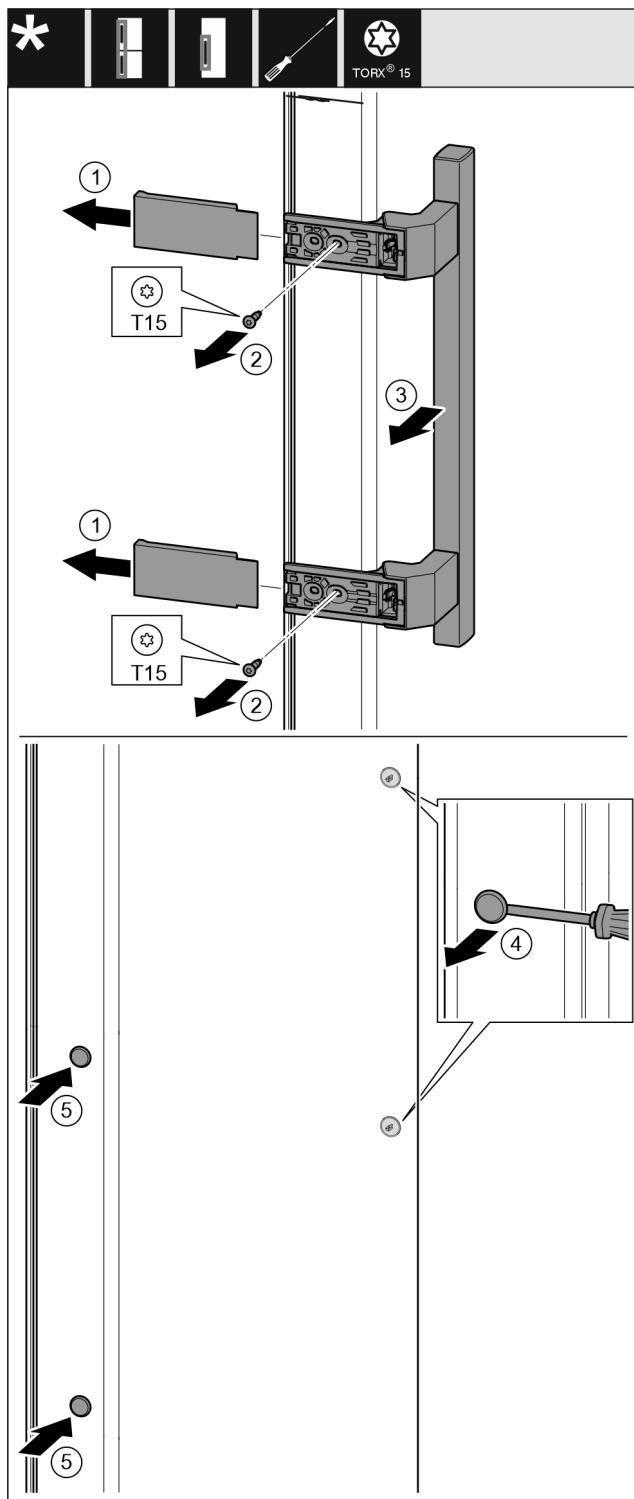

Fig. 11
- ▶ Снимите крышку. Fig. 11 (1)
- ▶ Выкрутите винты отверткой Torx 15. Fig. 11 (2)
- ▶ Снимите ручку. Fig. 11 (3)
- ▶ Осторожно поднимите шлицевой отверткой боковые заглушки и извлеките их. Fig. 11 (4)
- ▶ Снова вставьте заглушки с другой стороны. Fig. 11 (5)